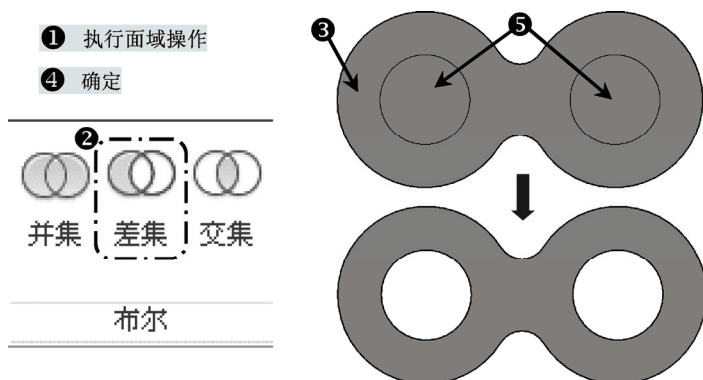

图 14-22 面域求差
7) 执行“面域”命令 (reg), 将刚才绘制的图形执行面域操作; 单击“实体”选项卡, 在“布尔”面板中单击“差集”工具按钮, 单击外面的面域, 确定, 再单击里面的两个面域, 确定, 将面域求差, 如图 14-22 所示。